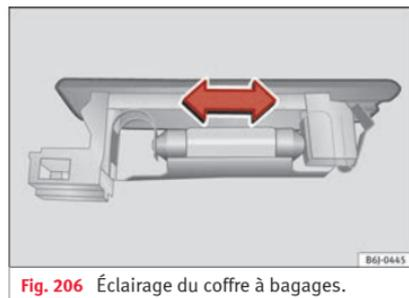

Fig. 206 Éclairage du coffre à bagages.
- Appuyez sur l'ampoule latéralement et retirez-la du logement »» fig. 206.